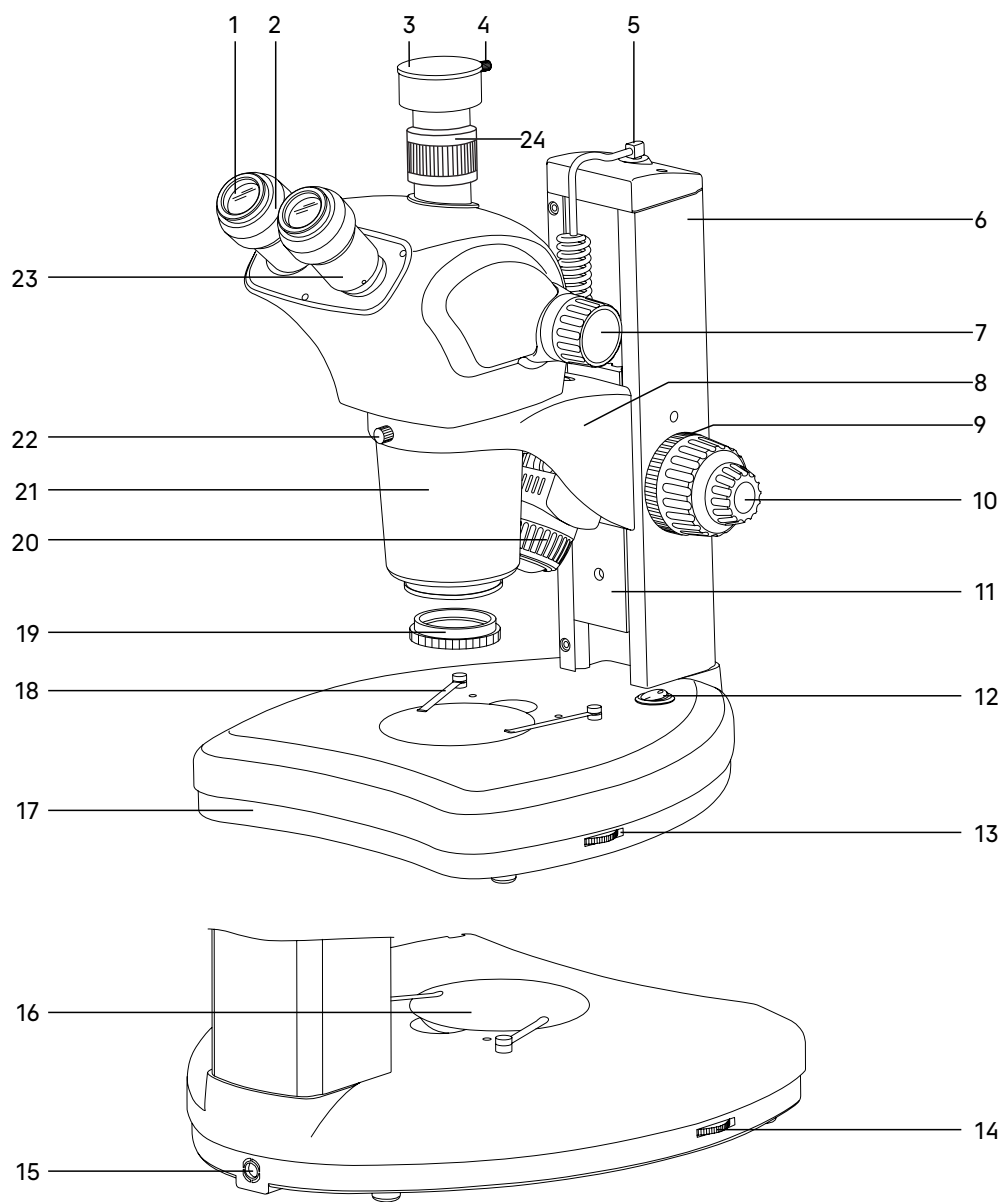

Рис. 1. Микроскоп MAGUS Stereo 9T
Полный состав микроскопа указан в разделе 8 данного руководства по эксплуатации. Общий вид микроскопа представлен на рис. 1 и 2.
Общий вид микроскопа представлен на рис. 1.
Штатив микроскопа **6** (рис.1) закреплен на основании **17** (рис. 1). Штатив несъемный.
В штативе располагается механизм фокусировки **11** (рис. 1), на который крепится кронштейн **8** (рис. 1) для установки оптической головки. Наверху штатива гнездо для подключения шнура осветителя отраженного света **5** (рис. 1)
В основании **17** (рис. 1) расположен блок питания и источник проходящего света – светодиод. Матовая пластина **16** (рис. 1) обеспечивает рассеивание света и равномерное освещение всей плоскости исследуемого объекта. Выключатель **12** (рис. 1) служит для включения и выключения источника света.
Регулировка яркости осветителя отраженного света осуществляется диском **14** (рис. 1), проходящего света диском **13** (рис. 1).
Основание так же выполняет функцию предметного столика. Объект исследования располагают на пластине **16** (рис. 1). Пластина устанавливается в гнездо основания. Диаметр пластины – 90 мм.
При необходимости объект можно закрепить на пластине двумя прижимами **18** (рис. 1).
Фокусирующий механизм **11** (рис. 1) перемещается в штативе **6** (рис. 1), обеспечивая фокусировку на объект в соответствии с высотой объекта и рабочим расстоянием объектива.
Кронштейн **8** (рис. 1) закреплен на фокусирующем механизме. Вертикальное эффективное движение составляет 83 мм.
В кронштейн устанавливается оптическая головка и закрепляется в кронштейне винтом **22** (рис. 1). Оптическую головку можно повернуть внутри кольца кронштейна и зафиксировать в любом удобном положении.
В окулярные тубусы визуальной насадки **23** (рис. 1) устанавливаются окуляры **1** (рис. 1). Тубусы разводятся в соответствии с глазной базой наблюдателя в пределах от 53 до 75 мм.
В вертикальный тубус **24** (рис. 1) корпуса визуальной насадки (канал визуализации) для фиксации камеры (видеоокуляра) устанавливается переходник c-mount 1x. Камера служит для вывода изображения на экран компьютера или монитор/телевизор.
Трансфокаторный объектив **21** (рис. 1) имеет увеличение от 0,7 до 6,3 крат и позволяет в процессе наблюдения плавно изменять увеличение в 9 раз без потери качества и с сохранением большого рабочего расстояния – 110 мм.
Увеличение микроскопа изменяется при помощи вращения рукоятки **7** (рис. 1).
Окуляры увеличением 10x имеют линейное поле зрения 22 мм (WF 10x/22). Каждый окуляр имеет диоптрийную подвижку **2** (рис. 1). Окулярные тубусы имеют надежную конструкцию крепления окуляров, которая исключает возможность случайного выпадения окуляров при перемещении микроскопа. Окуляры закрепляются в тубусах винтами.
Осветитель косоугольного освещения **20** (рис. 1) зафиксирован в кронштейне. Штекер осветителя устанавливается в гнездо штатива **5** (рис. 1).
- Установите пластину **16** (рис. 1). При работе с прозрачными объектами выбирайте стеклянную пластину. При работе с непрозрачными объектами выбирайте черно-белую пластину. Для повышения контраста темные объекты исследуются на белой стороне пластины, светлые – на черной стороне.
- Установите прижимы **18** (рис. 1).
- Установите оптическую головку в кольцо кронштейна **8** (рис. 1). Закрепите оптическую головку винтом **22** (рис. 1). Не следует затягивать винт слишком сильно.
- Рукоятки регулировки освещенности объекта **13** и **14** (рис. 1) установите в минимальное положение.
- Подключите шнур питания в разъем **15** (рис. 1). Включите шнур в розетку электропитания.
Установите минимальное увеличение объектива 0,75x вращением рукоятки смены увеличения 7 (рис. 1). Рукоятки находятся с двух сторон оптической головки.
Для компенсации аметропии глаз наблюдателя используйте диоптрийную подвижку окуляров. Изначально следует выставить диоптрийную подвижку на обоих окулярах на ноль, для этого вращением кольца 2 (рис. 1) совместить «0» с меткой «I».
Наблюдая в окуляр, установленный в правый окулярный тубус (при этом левый глаз закрыт) сфокусируйтесь на четкое изображение объекта. Наблюдая в окуляр, установленный в левый окулярный тубус (при этом правый глаз закрыт), и не трогая рукояток фокусировочного механизма, добейтесь резкого изображения объекта в левом окулярном тубусе вращением кольца 2 (рис. 1) диоптрийного механизма окуляра.
Накрутите необходимую насадку 19 (рис. 1) на крышку объектива 21 (рис. 1) по резьбе. Уменьшающая насадка 0,5х увеличивает рабочее расстояние и поле зрения.